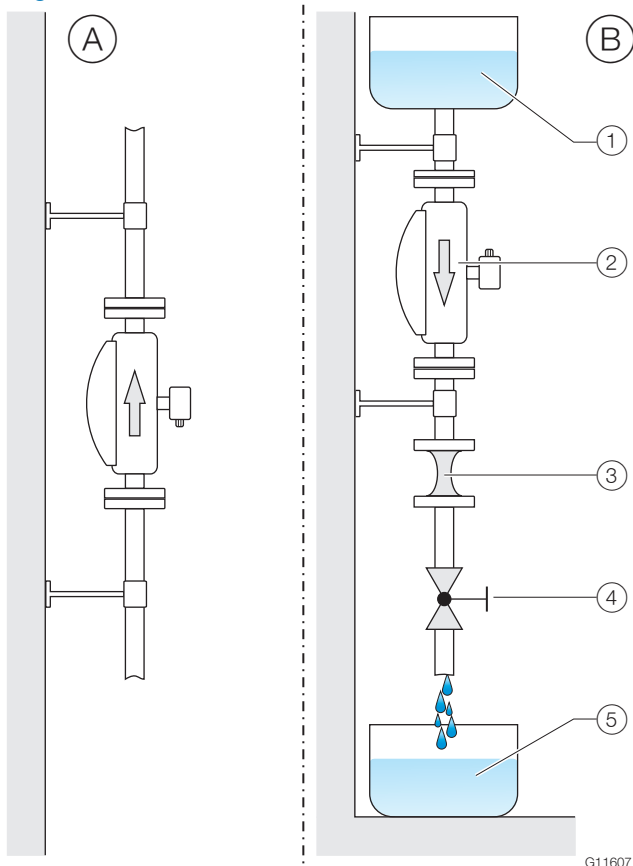

Fig. 4: Montage vertical
- L'autovidange du capteur de mesure nécessaire n'est garantie que lorsqu'il est monté verticalement (voir également Fig. 4 à la page 8).